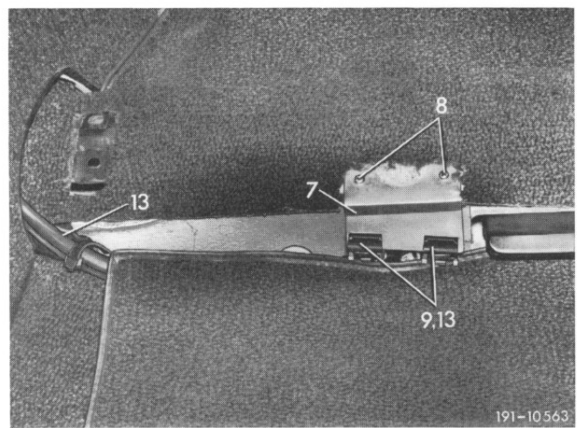

Bild 8
17 Zusatzleitungssatz (13) mit den vorhandenen Kabelbändern sowie links und rechts am Querträger nach Bild 8 und 9 mit den Teilen (7 bis 9) oder nur mit der Steckklammer (9) befestigen.